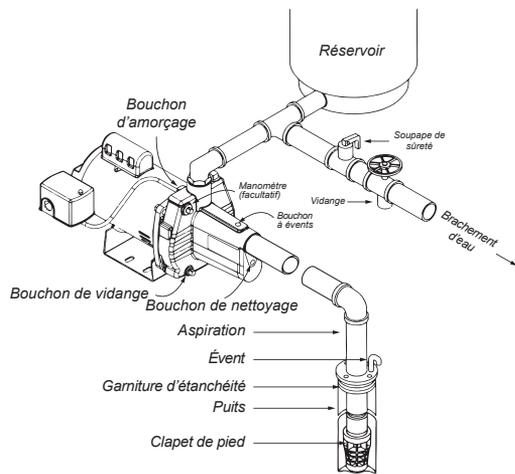

Fig.2a Puits peu profond (avec clapet de pied)
- Branchement d'eau:** Il faudrait raccorder le branchement d'eau comme l'indiquent les fig. 2a, b, c ou d. Le diamètre de la conduite de branchement d'eau est en rapport direct avec le volume d'eau requis et la longueur de la conduite elle-même. Le diamètre de la conduite choisie devrait être assez grand pour que la hauteur de la perte de charge (établie à l'aide du tableau 2, Diagramme de perte de charge) ne dépasse jamais plus de 20 pi. (6 m).